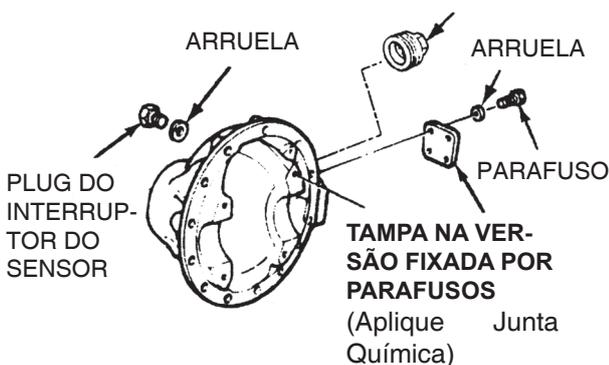

Figura 140
1. Instale a arruela e o plug no furo roscado para o interruptor do sensor. Aperte o plug com 60-74 N.m (45-55 lb-ft). Figura 140.
3. Instale as quatro arruelas e parafusos. Aperte os parafusos com 10-12 N.m (7.4-8.9 lb-ft). Figura 140.